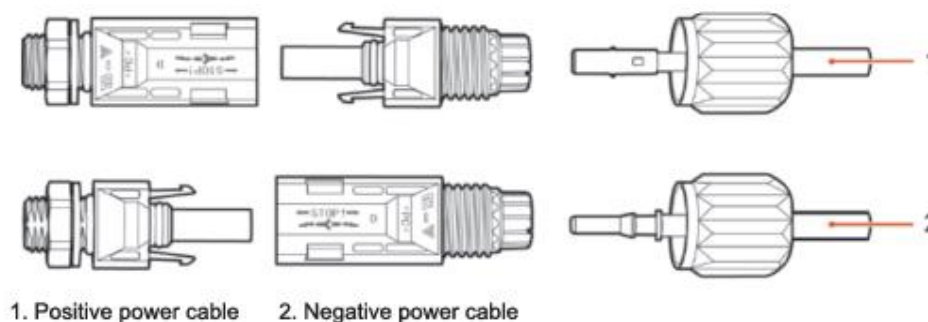

Figura 20 - Connessione dei cavi di potenza DC in ingresso (2)
- 4) Inserire i cavi di alimentazione positivi e negativi spellati rispettivamente nei terminali di metallo positivo e negativo e crimarli utilizzando uno strumento apposito. Assicurarsi che i cavi siano fissati fino a quando non possono essere estratti con una forza inferiore a 400 N, come mostrato nella Figura 20.